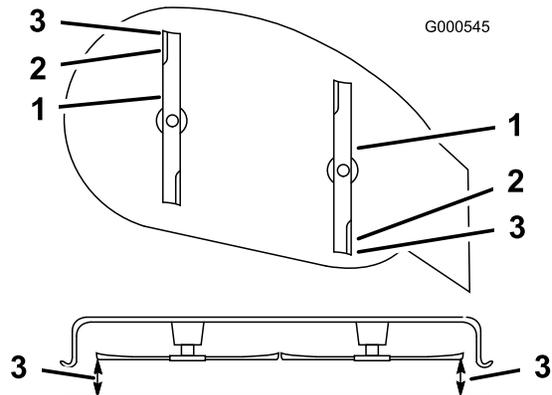

Figure 44
5. Réglez la hauteur de coupe à la position **D** (76 mm) et tournez les lames avec précaution dans le sens longitudinal (Figure 44).
6. Mesurez la distance entre la pointe de la lame avant et la pointe de la lame arrière par rapport à la surface plane (Figure 44). Si la pointe avant de la lame n'est pas de 1,6 à 7,9 mm plus basse que la pointe arrière, réglez le contre-écrou avant.
9. Une fois le réglage effectué, vérifiez à nouveau l'inclinaison avant/arrière des lames. Poursuivez le réglage de l'écrou jusqu'à ce que la pointe avant de lame soit de 1,6 à 7,9 mm plus bas que la pointe arrière (Figure 44).